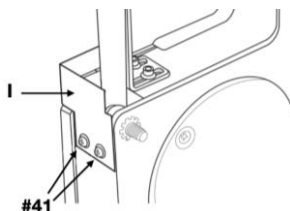

fig. 17
2. Retirez le garde-courroie inférieur (I) à l'aide des vis (n° 41) (fig. 17).